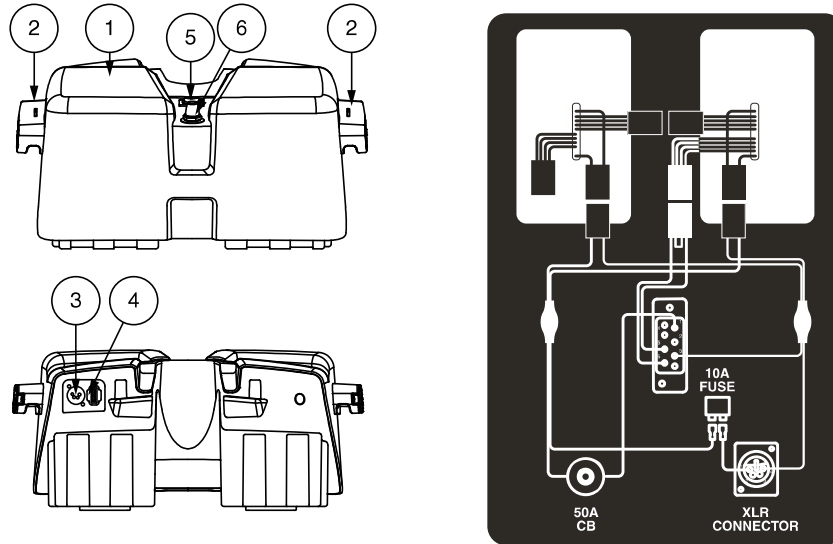

Figure 4. Module à batteries
Votre véhicule est équipé d'un module à batterie innovateur facilement enlevable. Une poignée située sur le dessus facilite l'enlèvement du véhicule d'une seule main. Selon la configuration de votre véhicule, la batterie contient une ou deux batteries rechargeables et peut contenir la prise du cordon d'alimentation du chargeur, le disjoncteur principal (bouton de réinitialisation) et le fusible de la batterie. **Voir la figure 4.**
Lorsque les batteries sont faibles et que la demande est excessive (charge lourde ou pente forte) le disjoncteur peut se déclencher pour éviter d'endommager les composantes électroniques et le moteur. **Voir la figure 4.**
Le fusible situé sous le boîtier à batteries protège les composantes électroniques de la console. **Voir la figure 4.** Si la console cesse de fonctionner, vérifiez ce fusible. Voir VII. "Problèmes et solutions" pour les instructions de remplacement.
NOTE: Assurez-vous que l'interrupteur de déconnexion de la batterie est en position "marche" (-) avant de charger la batterie de votre véhicule. La batterie ne se chargera PAS si le coupe-batterie est en position « off » (O). Voir figures 4 et 9.
AVERTISSEMENT! En cas d'urgence, les batteries peuvent être rapidement déconnectées en plaçant le coupe-batterie en position « off » (O). Faites attention. Sachez que couper l'alimentation du véhicule peut provoquer un arrêt brusque du véhicule. Pour libérer le arrêt d'urgence et rétablir la capacité de conduite du véhicule, placez le coupe-batterie en position « marche » (-). Voir figures 4 et 9.
- Assurez-vous que le fusible du module à batteries est en bon état. **Voir la figure 4.**